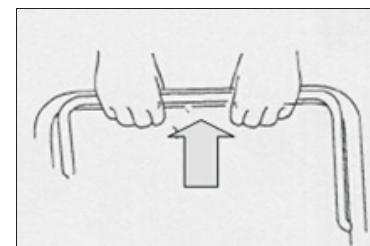

Fig. 2A
- a) Stando dietro all'apparecchio, afferrare la maniglia del freno e premerla contro la maniglia in alto. (Fig. 2A)